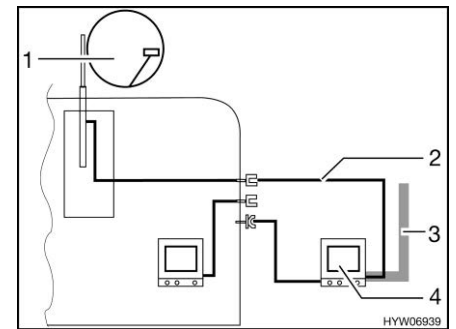

Bild 152 TV i förtältet
- TV i förtältet (Bild 152,4): Anslutning till takantenn (Bild 152,1) med anslutningskabel (Bild 152,2)
- TV i förtältet (Bild 152,4): Anslutning till extern antenn (Bild 152,3)